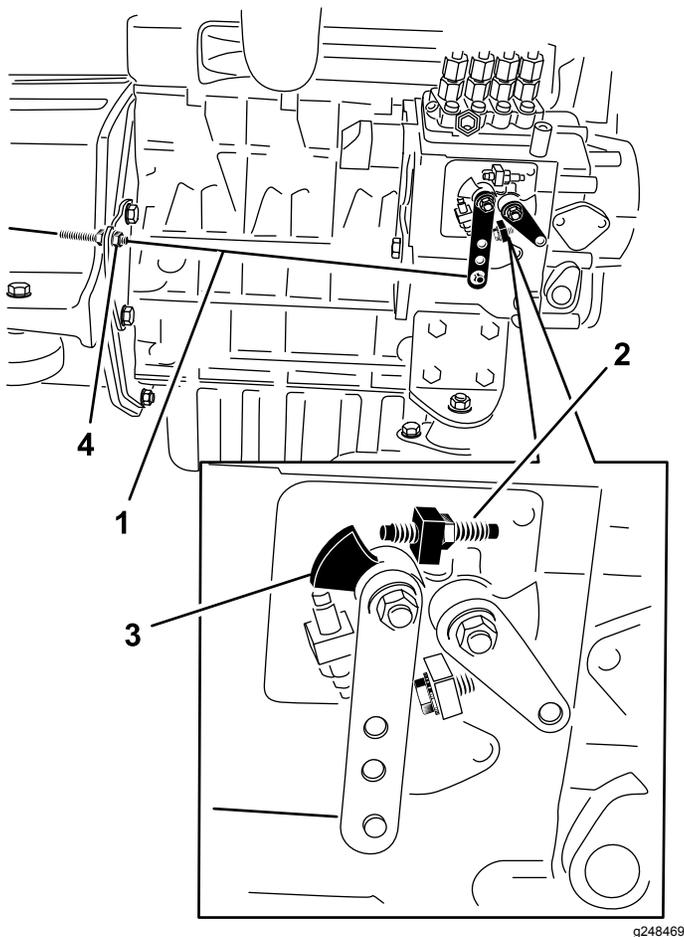

Figura 34
quando a alavanca de controlo do acelerador está na posição RÁPIDO (detenção) (Figura 34).
2. Verifique a posição da alavanca de controlo de velocidade na bomba de injeção de combustível. A alavanca de controlo de velocidade deve estar em contacto com o parafuso de alta velocidade quando a alavanca de controlo do acelerador está na posição RÁPIDO (detenção) (Figura 34).